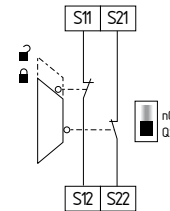

Fig. 13
**Circuito di sorveglianza porta di protezione a due canali con dispositivo di blocco secondo EN ISO 14119 (vedere Fig. 13)**